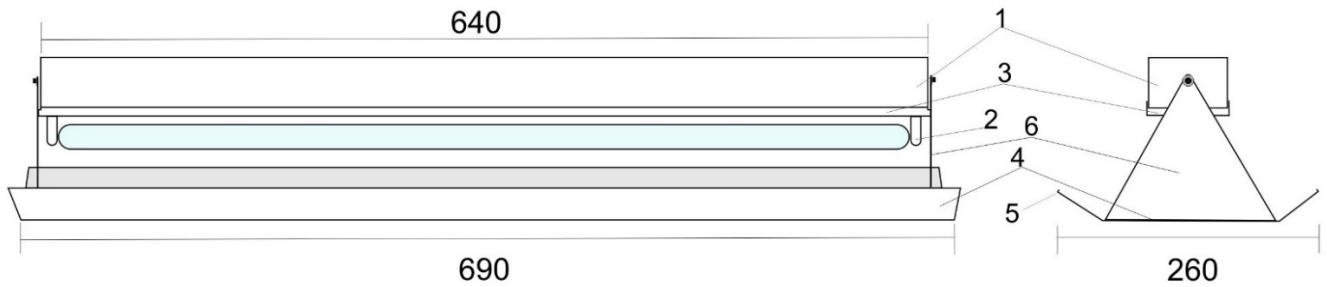

Рис. 1.
Корпус (1) Маячка (рис. 1, 2) изготовлен из стального листа, окрашенного порошковой эмалью. В корпусе установлены ламподержатели (2) – одноместные для однолампового устройства (СЛН23/LED1) и двухместные для двухлампового (СЛН23/LED2), клеммная колодка с монтажными проводами в соответствии с электрической схемой (рис 3). Нижняя часть корпуса – планка (3) закреплена винтами М4. Рабочая область Маячка состоит из двух держателей (6) и поддона (4), который имеет ограничители (5) для фиксирования клеевого листа. Сверху на корпусе закреплены два кронштейна (7) для крепления к стене. Светодиодная лампа в защитной пленке (8).